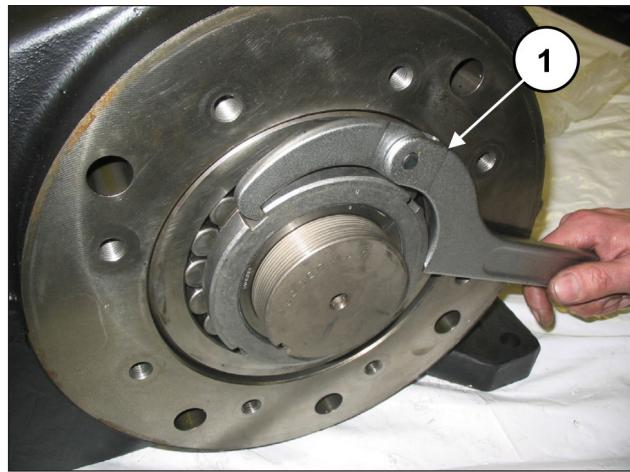
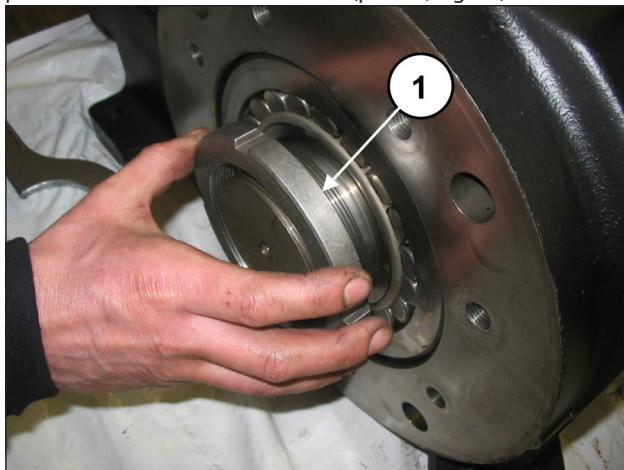

Fig. 20
Fig. 19
Avvitare una ghiera tipo SKF KM19 sulla bussola di pressione (pos. ①, Fig. 19), quindi utilizzando una opportuna chiave provvedere ad allentare la bussola (pos. ①, Fig. 20).